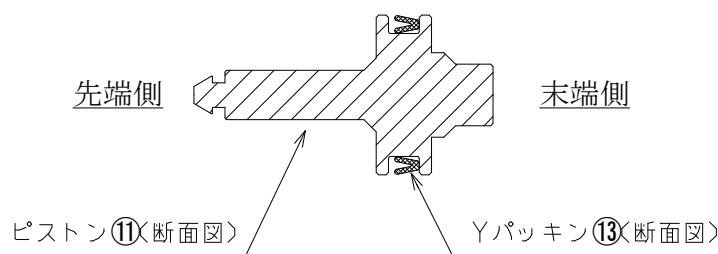

図3. 組付け時のYパッキンの向き
(2) オリフィス部・シール面にゴミ・異物が付着していないことを確認してください。
(3) ピストン⑪とYパッキン⑬を組み付ける際は向きに注意してください。
（Yパッキン⑬の溝をピストン⑪の先端側に向けて組み付けてください。）（図3参照）